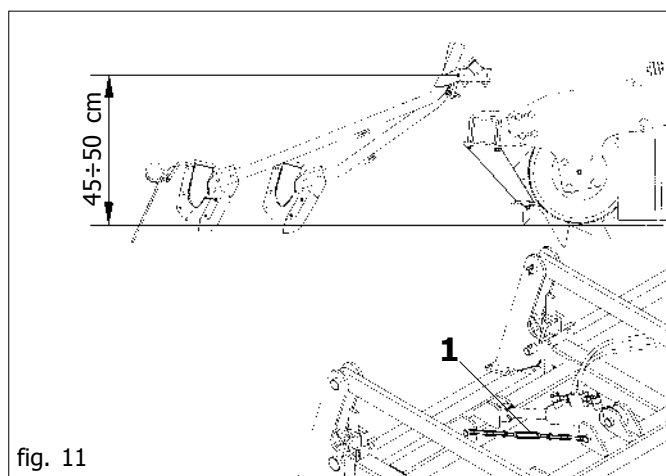

fig. 11
- 2) Dopo aver impostato l'attrezzatura secondo le condizioni di lavoro desiderate (profondità di lavorazione del terreno, usura dei denti, ecc.), è necessario posizionare la barra di semina ad un'altezza dal terreno compresa tra i 45÷50 cm (Fig. 11) regolando il fine corsa inferiore tramite il tenditore della catena (1 Fig. 11).